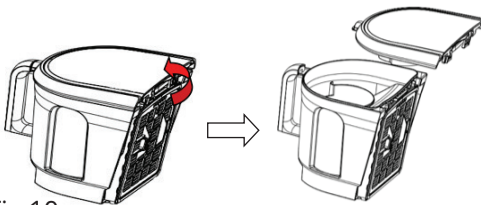

Fig.10
3. Fig. 10, apăsând pe butonul de eliberare se golește colectorul de praf în cosul de gunoi.